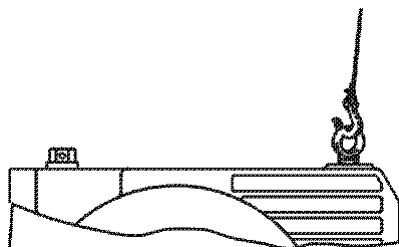

Figura 2
- ▶ Os motoredutores/redutores deverão ser movimentados, utilizando-se do parafuso de suspensão, conforme figura 2.